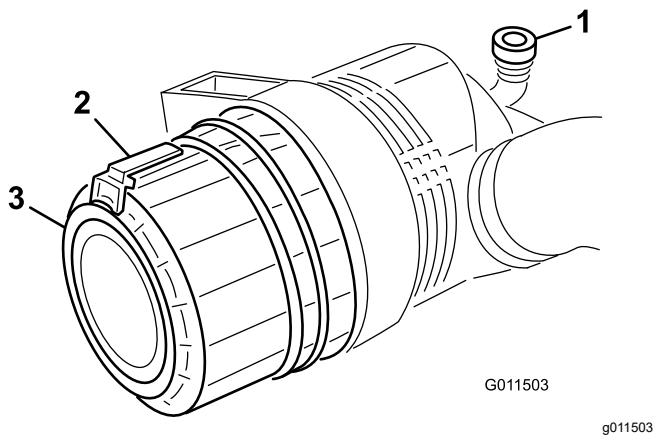

図 52
2. ラッチを引いて外し、カバーを左にひねってボディからははずす 図 52。